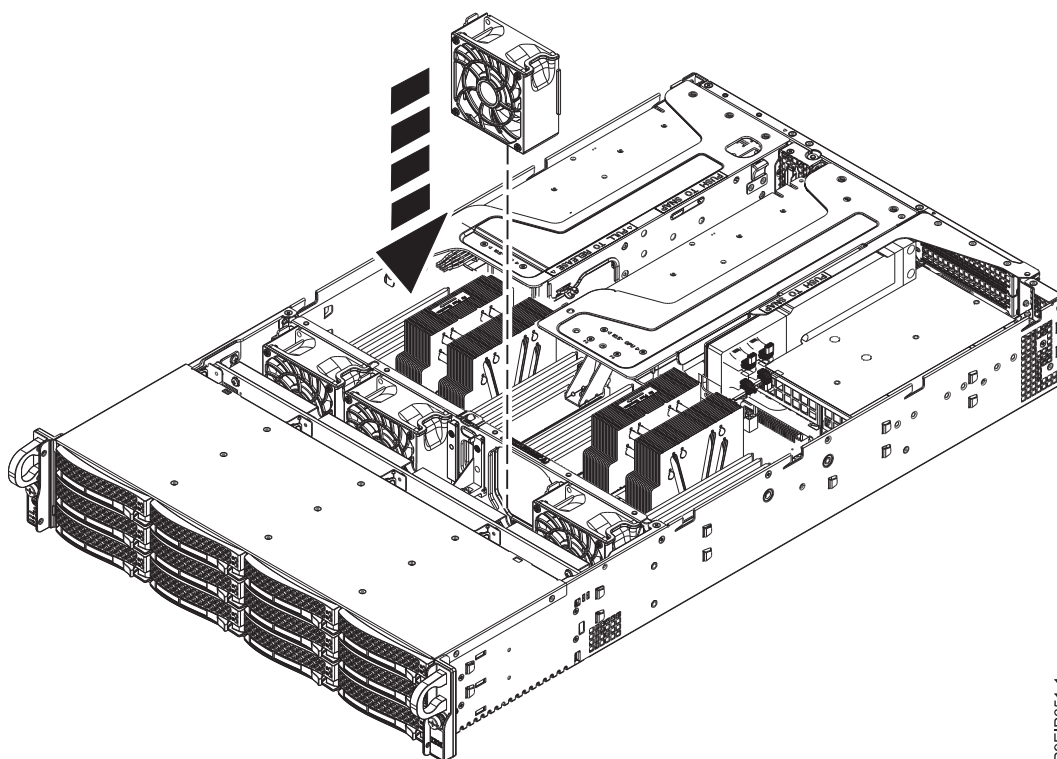

Figura 32. Substituindo o ventilador
2. Abaixe o ventilador no sistema e alinhe o ventilador com os slots no suporte do ventilador, conforme mostrado na Figura 32 na página 32. Pressione o ventilador para baixo até que ele se encaixe no lugar.